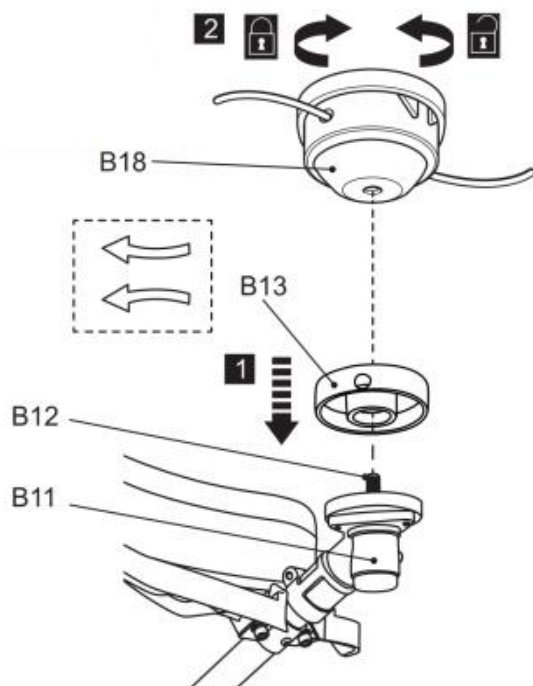

Fig. 6
- 4) Avvitare la testina di rifilatura (B18) in senso antiorario sul mandrino (B12) e serrarla a mano bloccando il mandrino (B12) con la chiave esagonale (E5). Rimuovere quindi la chiave esagonale (Fig. 6).